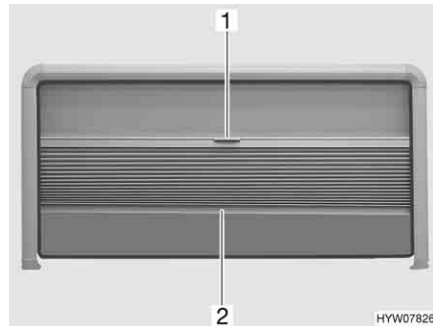

Bild 82 Ausstellfenster
- Die faltverdunklung in der Mitte des Abschluss-Stabes (Bild 82,2) fassen und vorsichtig nach unten ziehen.
- Den Abschluss-Stab (Bild 82,2) der faltverdunklung in der Mitte halten und die faltverdunklung vorsichtig nach oben schieben.
- Den Insektenschutz am Griff (Bild 82,1) vorsichtig nach unten ziehen.
- Den Insektenschutz am Abschluss-Stab der faltverdunklung (Bild 82,2) langsam ganz nach oben schieben.